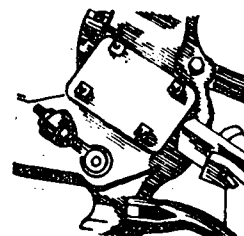

Fig. 4
- a Solte as porcas e parafusos que fixam o cabeçalho (fig. 4).